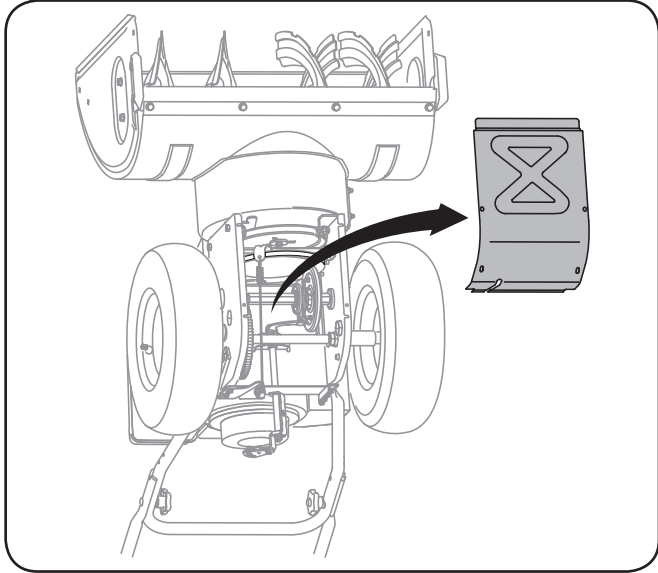

Fig. 7-4
6. Démontez le couvre-châssis du dessous de la souffleuse en retirant les quatre vis auto-taradeuses qui le maintiennent en place. Voir la Fig. 7-4.
- 3. Enlevez le couvre-châssis en enlevant les deux vis auto-taradeuses qui le maintiennent. Voir la Fig. 7-4.